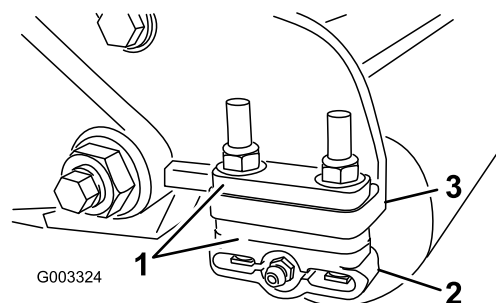

Figura 12
1. Regolate le staffe del rullo posteriore (Figura 12) in base all'altezza di taglio desiderata posizionando il numero di distanziali necessari sotto la flangia di montaggio della piastra laterale (Figura 12) conformemente a Tabelle di selezione altezza di taglio e controlama (pagina 13).